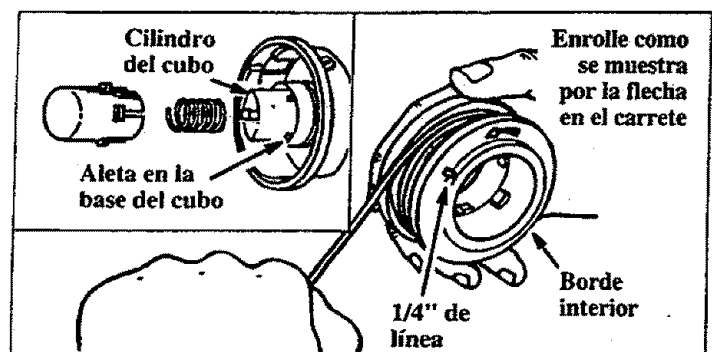

Figura 18
- Coloque el resorte en el cilindro del cubo. Figura 18 (recuadro).
- Alinee las ranuras en el botón de avance con las aletas en la base del cubo. Figura 18 (recuadro). calce las piezas juntas.
- Inserte aproximadamente 1/4 de pulgada del extremo de la línea a través del orificio en el borde interior del carrete. Figura 18. Para evitar interferencia con la acción de avance, no permita que se extienda más de 1/2 pulgada de línea fuera del borde.
- Enrolle la línea en el carrete como se muestra por la flecha. Figura 18.